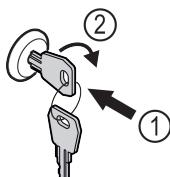

Fig. 177
- 按入钥匙。Fig. 177 (1)
- 将钥匙顺时针转动 90°。Fig. 177 (2)